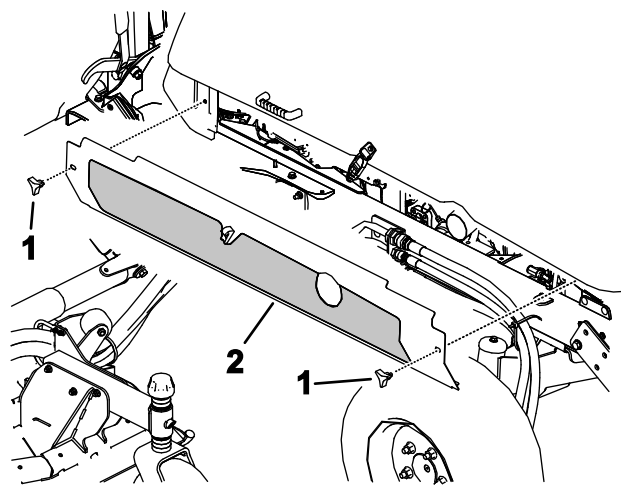

Рисунок 113
4. Ослабьте ручки и снимите оба боковых кожуха (Рисунок 113).
5. Установите боковые кожухи (Рисунок 113).